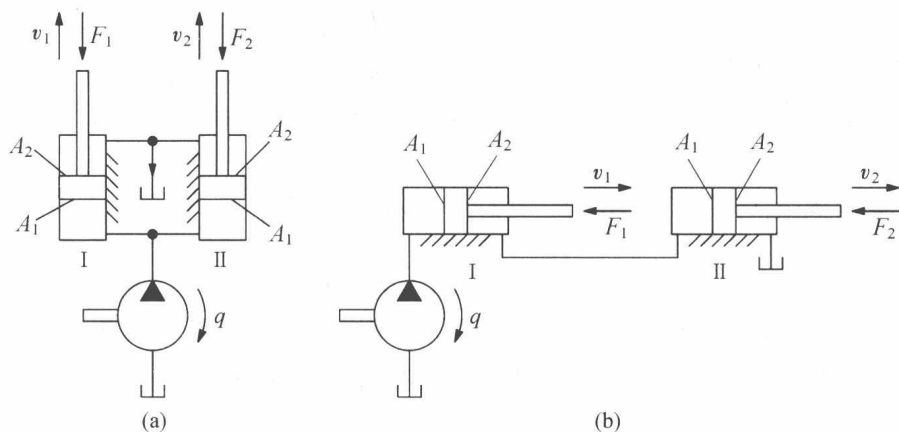

图 1.2 练习题图
3. 如图 1.2 所示,两液压缸的结构和尺寸均相同,无杆腔和有杆腔的面积分别为 A_1 和 A_2 ,两者的关系是 $A_1 = 2A_2$,两缸承受负载为 F_1 和 F_2 ,且 $F_1 = 2F_2$,液压泵流量为 q ,求并联(图 1.2(a))和串联(图 1.2(b))时,活塞的移动速度和压力是多少?